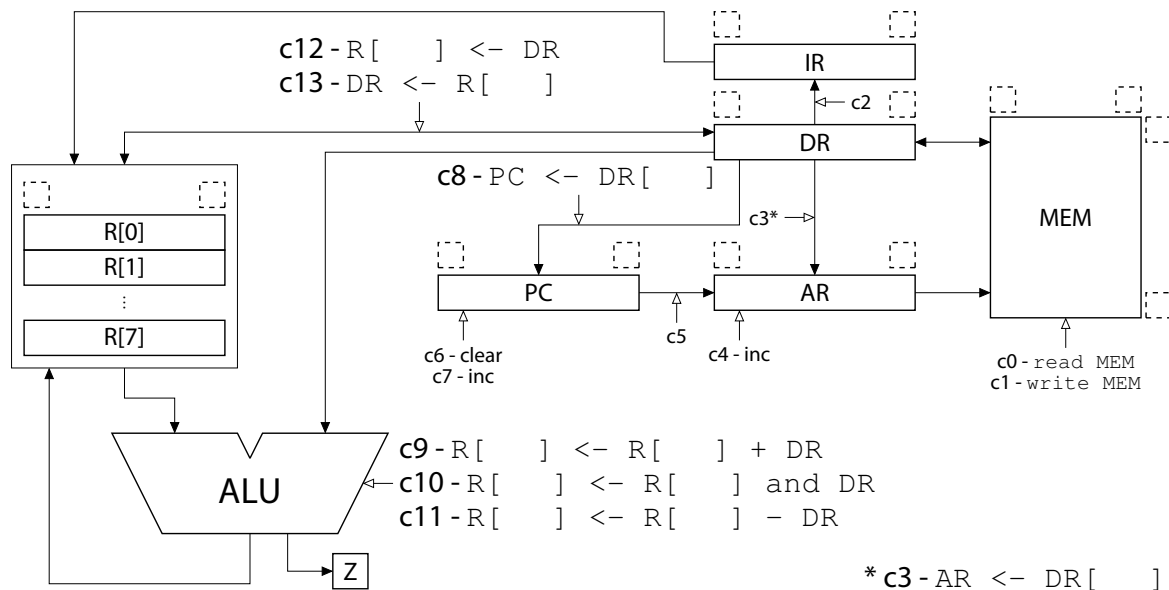
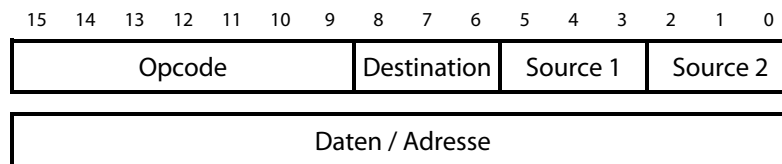

Abbildung 4: Operationswerk
Abbildung 5: Befehlsformat
Gegeben sei das in Abbildung 4 dargestellte Operationswerk (OW) mit dem Speicher MEM, der bis zu 512 Werte aufnehmen kann. Das Befehlsformat der CPU ist in Abbildung 5 dargestellt. Sollte es sich bei dem Speicherinhalt nicht um einen Befehl handeln, so werden die kompletten 16 Bit in Abhängigkeit von der Befehlsausführung als Daten oder Adresse interpretiert und müssen von der ALU verarbeitbar sein. Die CPU stellt ein Flag zur Verfügung. Das Z-Flag gibt an, ob das Ergebnis der letzten Operation eine Null ($Z=1$) war.
- a) Ergänzen Sie im OW aus Abbildung 4 die fehlenden Breitenangaben der einzelnen Register in den gestrichelten Kästchen. Jedes Register soll nur so breit sein, wie es notwendig ist. Sollten Sie einige Werte nicht direkt berechnen können genügt die Angabe als Potenz von 2 (beipiealsweise 2^2 statt 4). Ergänzen Sie zudem die fehlenden Indizes für die Zugriffe auf das Register-File. Nutzen Sie dabei D für Destination, S1 für Source1 und S2 für Source2. Beachten Sie, dass die Befehle aus Aufgabe b) ausführbar sein müssen.